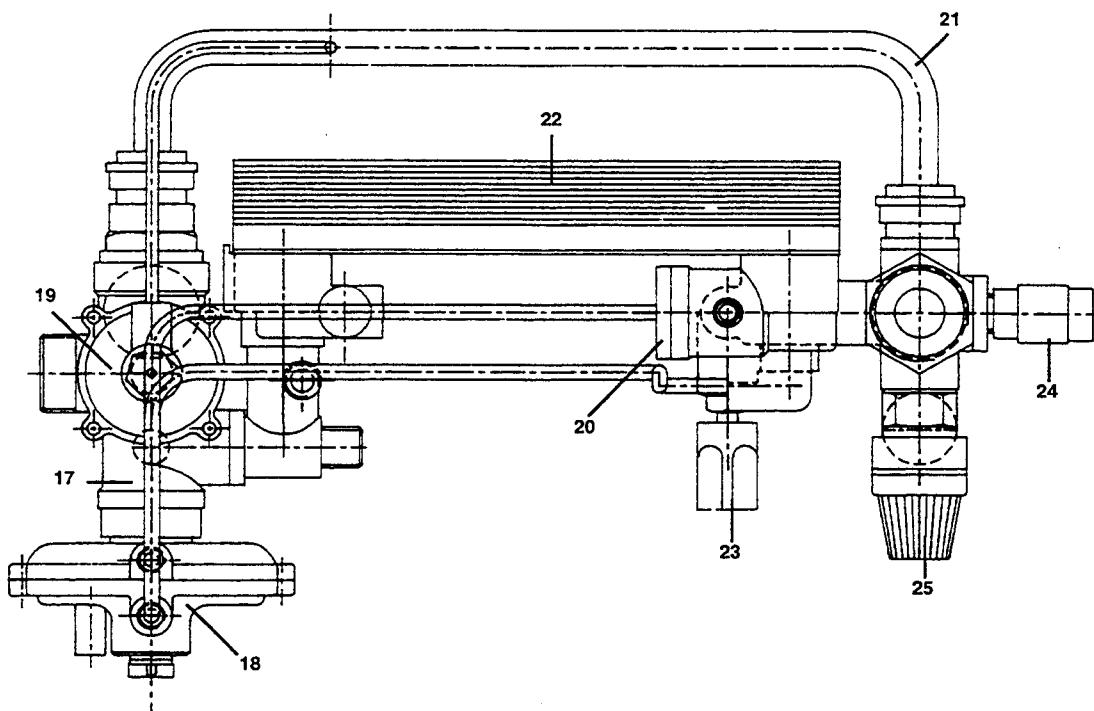

Figura 12
- vaciar la instalación, posiblemente sólo la caldera, **por medio del especial grifo de desagüe** (24 figura 12 en página 16);
- remover los dos tubitos de conexión (figura 12 en página 16) entre el grupo de precedencia sanitario (18) y el sensor de flujo (20);
- destornillar la tuerca presente en el grupo sensor de flujo (20);
- esvaziar a instalação, se possível limitadamente à caldeira, através da especial torneira de descarga (24 figura 12 na página 16);
- tirar os dois tubinhos de ligação (figura 12 na página 16) entre o grupo de precedência do sanitário (18) e o sensor de fluxo (20);
- desapertar a porca presente no grupo sensor de fluxo (20);